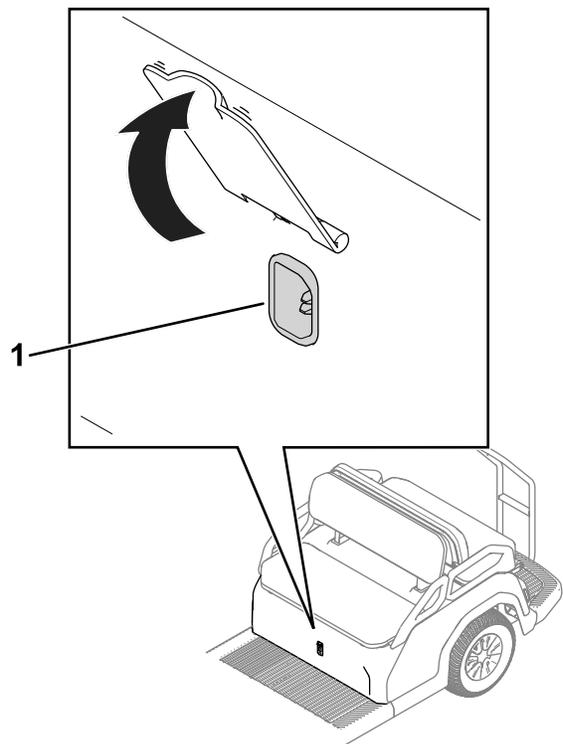

Figura 18
1. Enchufe el cable de alimentación eléctrica en la toma de corriente del cargador de la máquina (Figura 18).